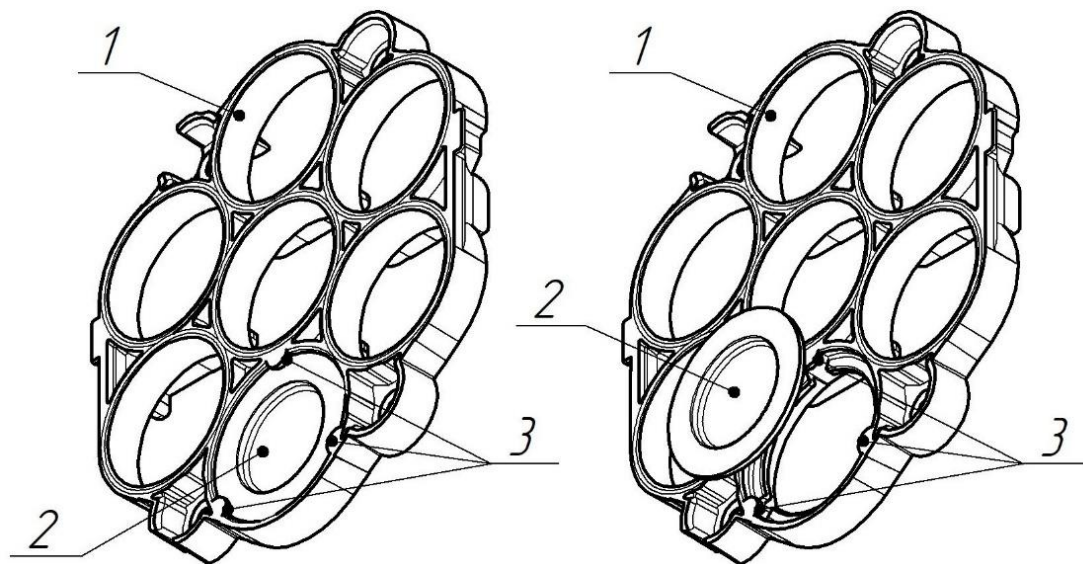

Рисунок 15 – Внешний вид процедуры замены мембраны звукоизвещателя
- 6) извлечь поврежденную мембрану (позиция 2), осторожно отогнув ее от трех удерживающих выступов (позиция 3) (рисунок 15);
- 7) установить новую мембрану звукоизвещателя (позиция 2), аккуратно подогнув ее под три удерживающих выступа (позиция 3), проследив что мембрана установлена ровно и не повреждена (рисунок 15);